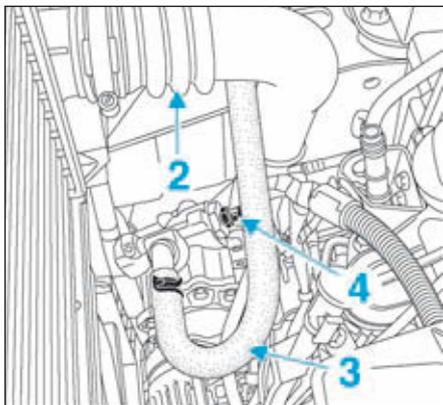

FIG.13
- Débrancher le tuyau d'entrée d'air (2) de l'échangeur air-air (Fig.13).
- Débrancher la duriti d'alimentation (3) de la pompe de direction (prévoir l'écoulement du liquide).
- Desserrer le raccord (4) de la canalisation de la pompe de direction assistée.